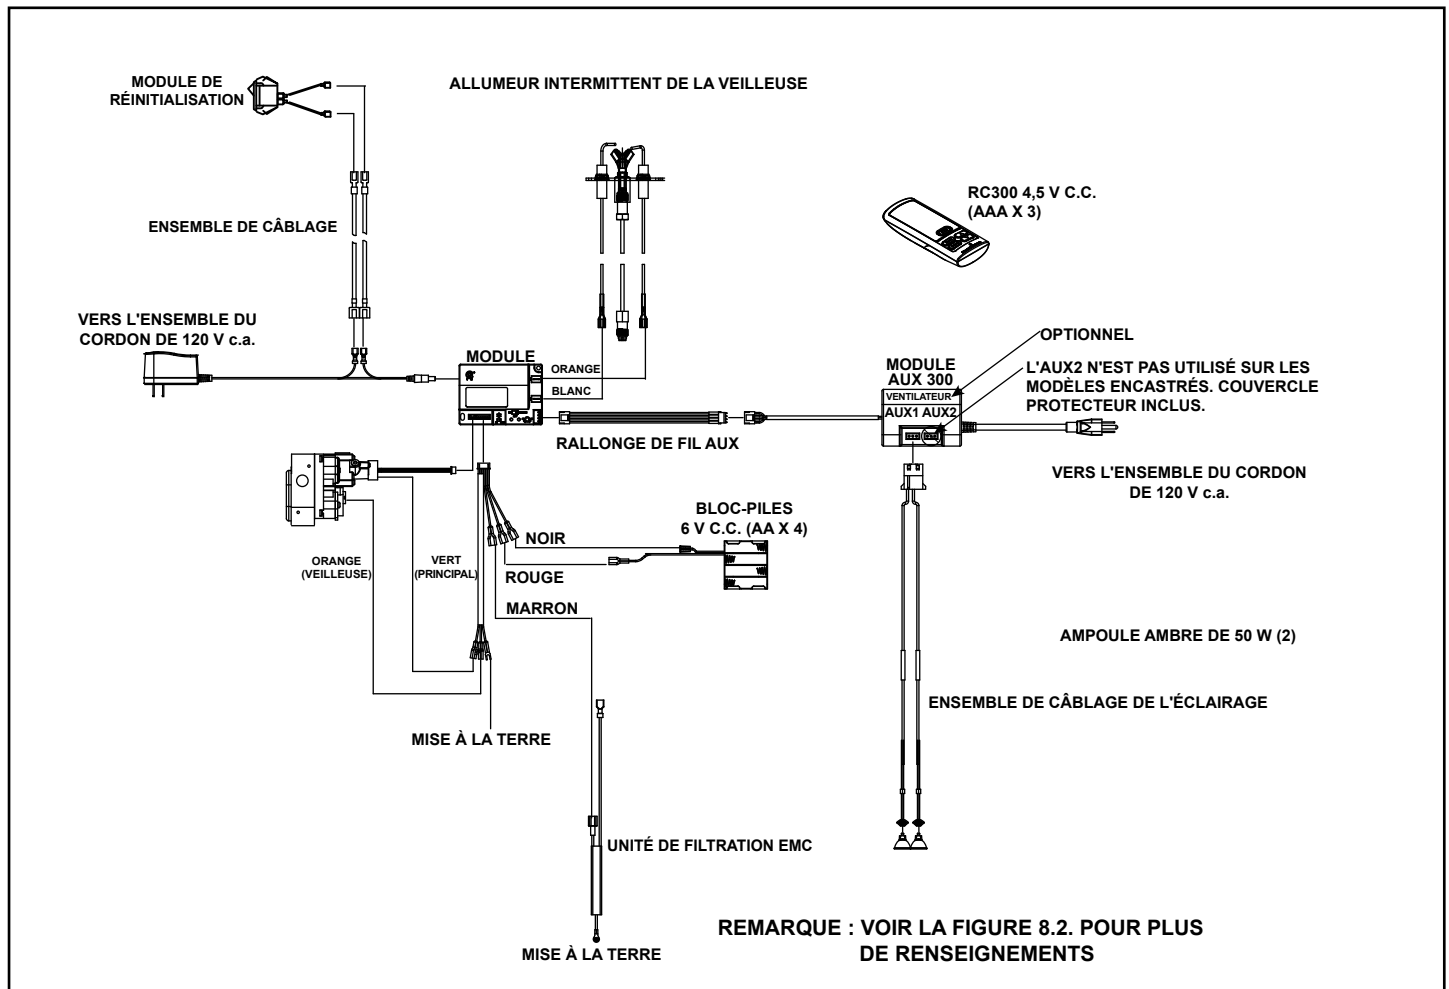

Figure 8.1 Schéma de câblage du système d'allumage par veilleuse IntelliFire™ Plus (IPI)
- Se référer à la figure 8.1, Schéma du câblage IPI Plus.